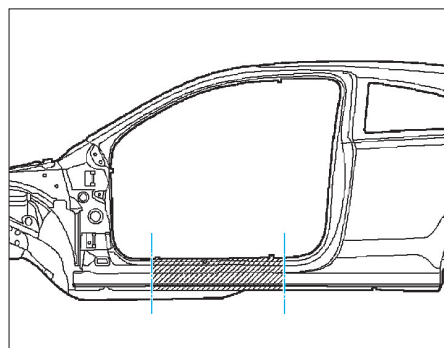

FIG. 85
- Découper et enlever par perçage le bas de caisse de porte (fig. 85).